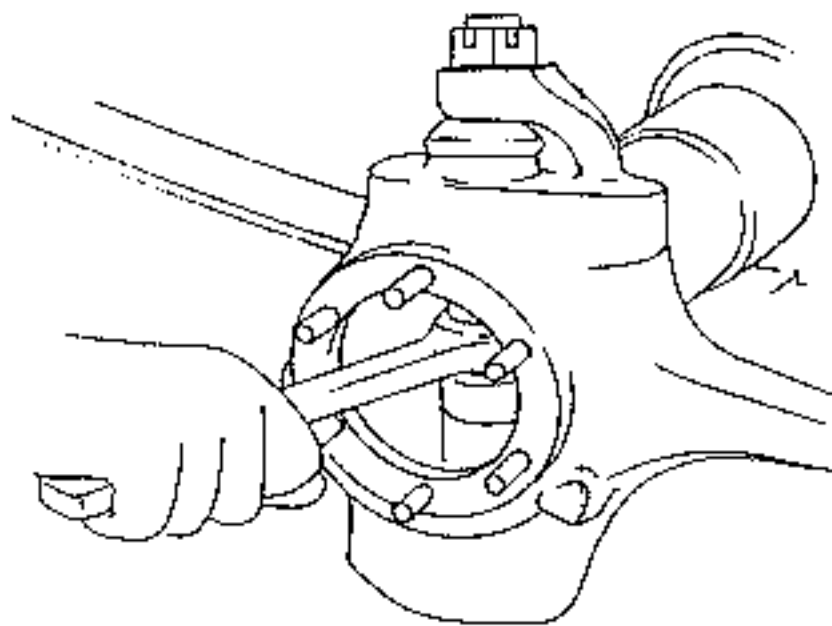

Bild 92
- Mutter des unteren Kugelgelenks durch die Öffnung des Achsgelenks lösen, wie es in Bild 92 gezeigt ist, und Mutter wegwerfen.